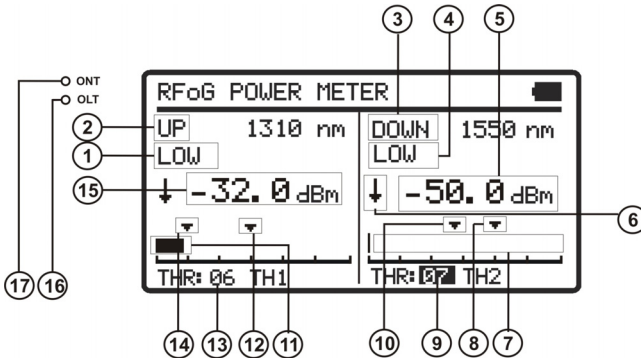

Figure 9.- Écran POWER METER.
- 3.- Appuyez sur **SEL**  [4] ou **CONFIG**  [2] pour entrer à l'écran (voir figure 9).